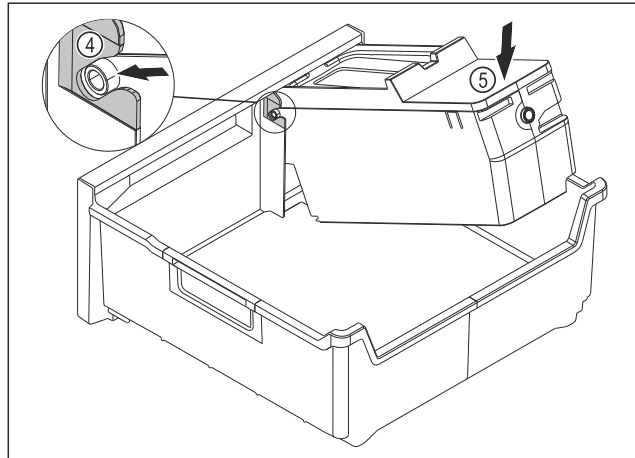

Fig. 140
- ▶ Montați corpul EasyTwist-Ice: Inserați axele corpului EasyTwist-Ice în ghidaje Fig. 140 (4).
- ▶ Apăsați corpul EasyTwist-Ice Fig. 140 (5) în spate în jos.